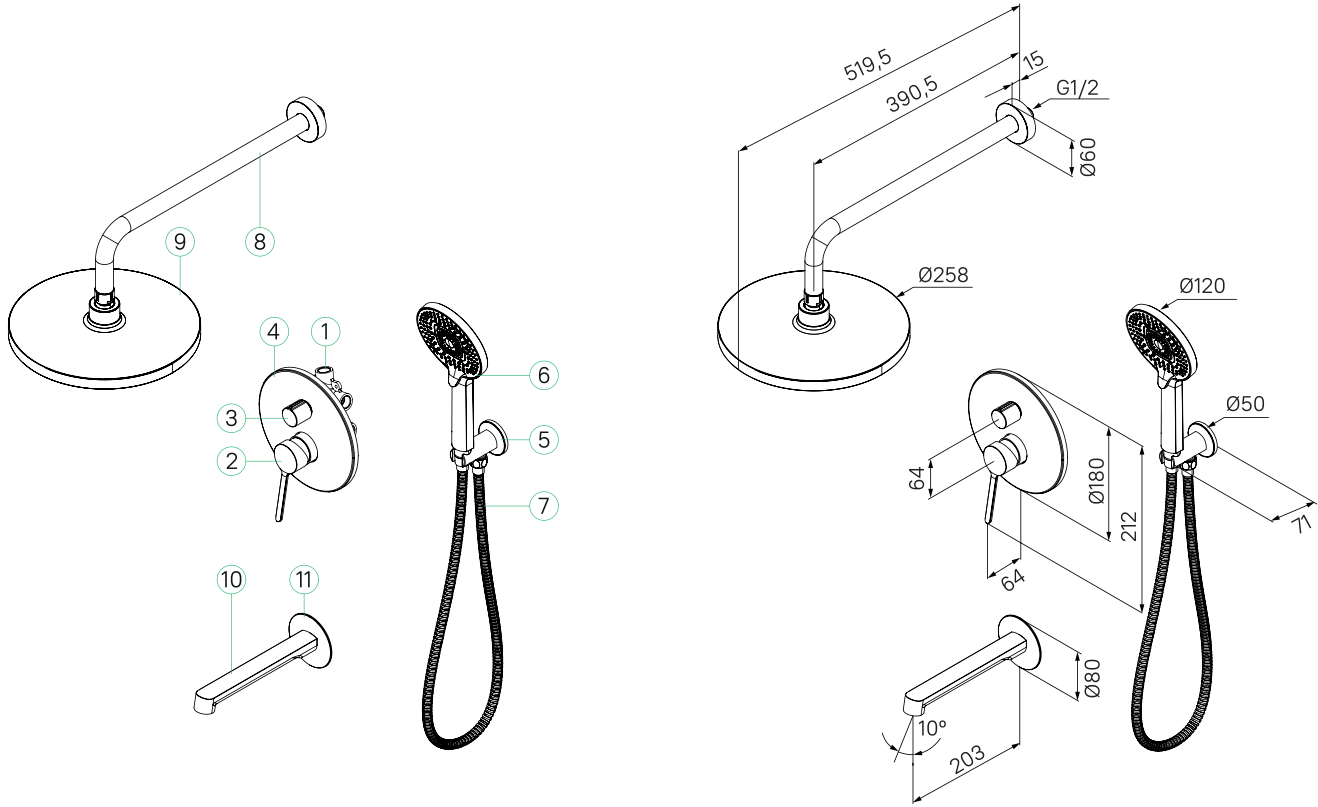

Рис. 1 / 1 сур.
- В намеченном месте установки душевой системы необходимо подготовить нишу для установки корпуса смесителя, выхода с держателем ручной лейки, кронштейна тропического душа, излива*. Нишу готовят путем штробирования стены. Глубину ниши и ее размеры необходимо предусмотреть с учетом размеров элементов душевой системы. При определении глубины ниши необходимо учесть толщину будущей отделки и глубину, на которую могут быть установлены элементы душевой системы от поверхности будущей стены с отделкой. Справочные размеры указаны на рис. 1.